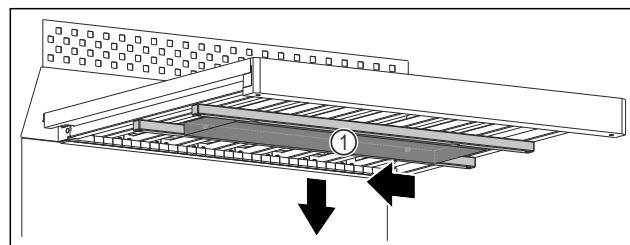

Fig. 111
- ▶ 将储水盒 Fig. 111 (1) 推向左方。
- ▶ 朝下取出储水盒 Fig. 111 (1)。